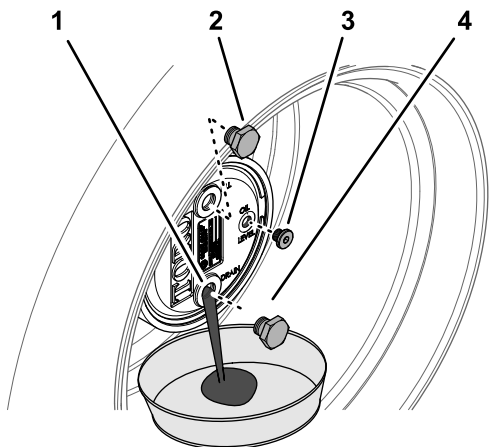

图 105
2. 取出 12 点钟位置的加油塞和 3 点钟位置的检查塞 图 105。
3. 将放油盘放在行星齿轮毂下面取出 6 点钟位置的排油塞让油完全排出 图 105。
5. 将排油塞安装到行星齿轮箱的排油孔中 图 105。